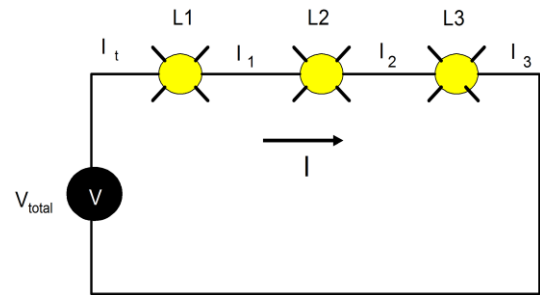

Figura 1.
3. La figura 1, es ¿un circuito serie o paralelo? , y cuáles son las ecuaciones que lo definen.